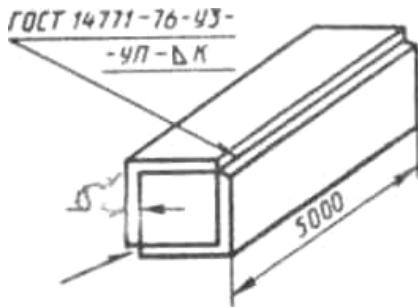

Рис. 39
2. Разработайте процесс сварки коробчатой балки (рис. 39) из стали марки Ст3. Укажите тип соединения и форму разделки под сварку по ГОСТу. Приведите эскиз сечения шва с указанием размеров. Выберите марку и диаметр электродной проволоки. Подберите режим сварки. Укажите вылет электрода, род тока и полярность. По размерам шва подсчитайте массу наплавленного металла. Определите расход электродной проволоки с учетом потерь, защитного газа, расхода электроэнергии и время сварки изделия. Укажите методы контроля качества сварного шва.